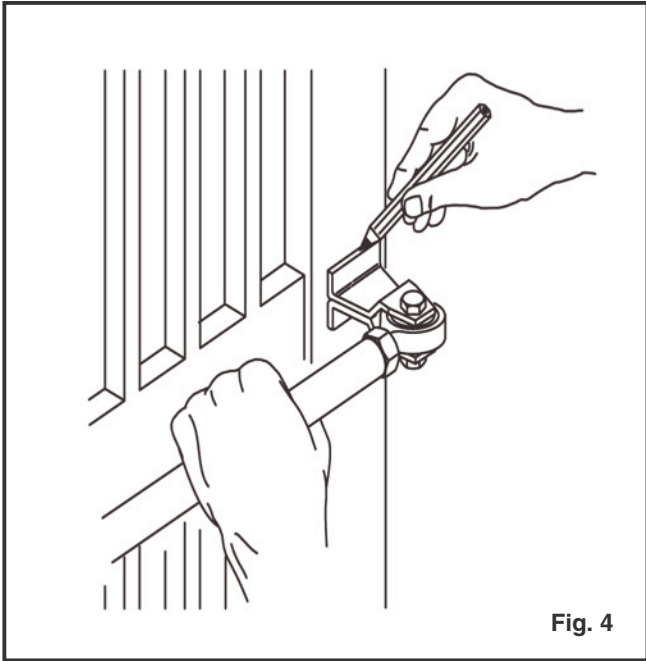

Fig. 4
G) Montare l'attacco anteriore sullo stelo (fig.4);